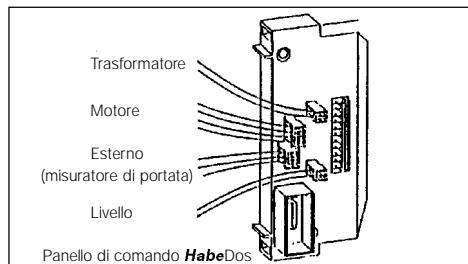

Fig. 2: Disposizione comandi
Dopo l'assemblaggio del computer dosatore, il cavo a impulsi (1) viene portato dal misuratore di portata (2) all'interno dell'apparecchio attraverso il foro nella piastra posteriore (5) dell'**HabeDos**, facendolo entrare da sotto il coperchio di collegamento (10). La spina è ora inserita nella posizione vuota sul pannello elettronico dell'**HabeDos**. (vd. Fig. 2).